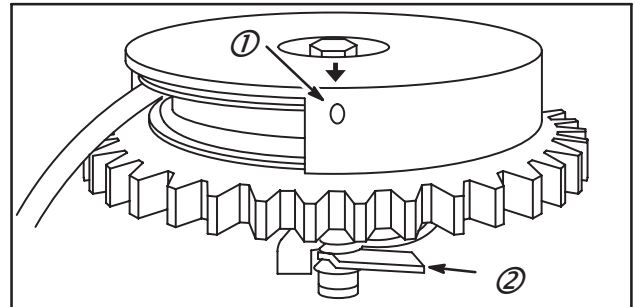

Fig. 31
13. Positionner le couvercle (poignée du lanceur sur le dessus) : tourner le couvercle en sens horaire jusqu'à ce que le "O" ou la "flèche" sur le couvercle (1) soit aligné avec la came de l'axe du lanceur (2), Fig. 31.